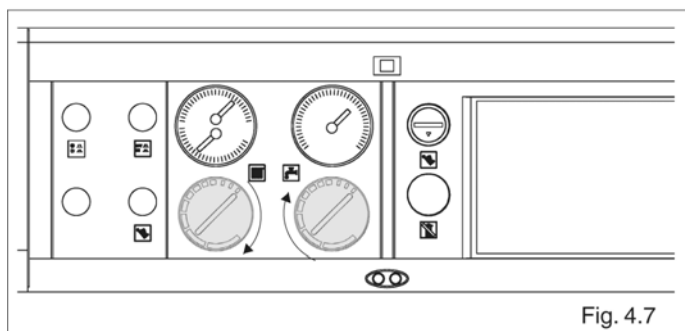

Fig. 4.7
- при изменении настройки регуляторов температуры котла (рис. 4.7);